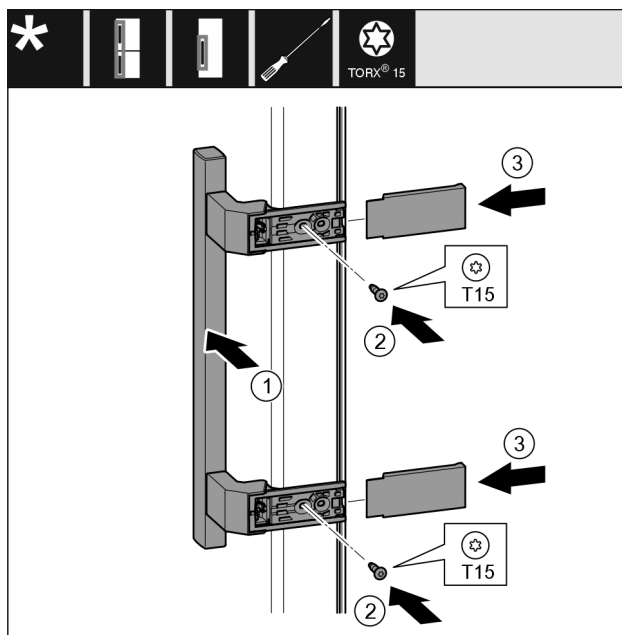

Fig. 35
- Applicare la maniglia Fig. 35 (1) sul lato opposto.
- Stringere le viti Fig. 35 (2) con un cacciavite.
- Applicare le coperture Fig. 35 (3) lateralmente e spingerle in sede.